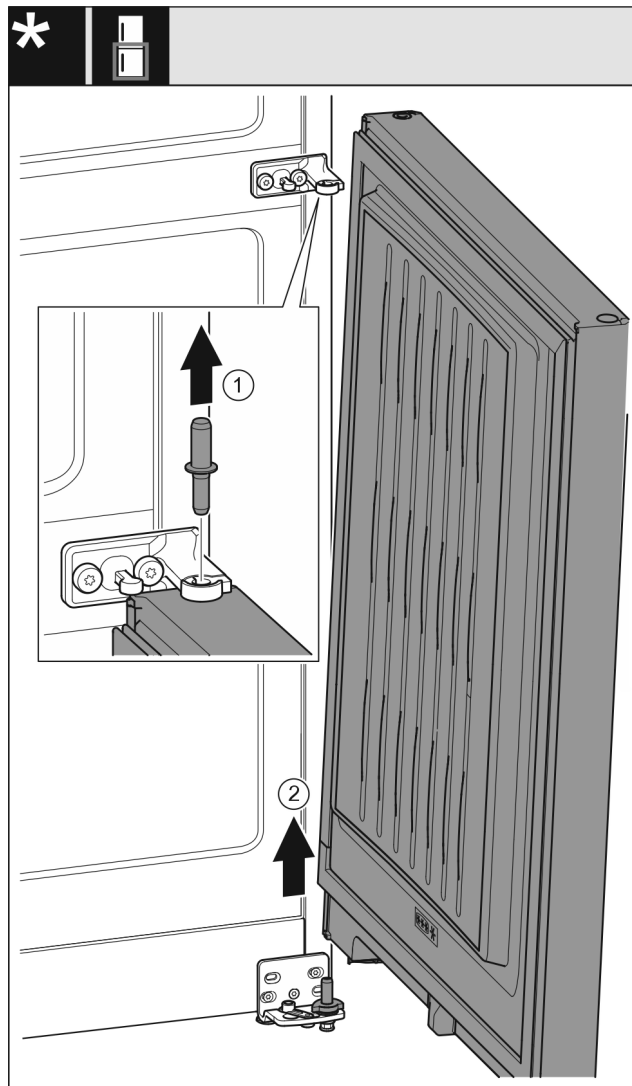

Fig. 29 Ohne Schließdämpfer*
- ▶ Bolzen Fig. 29 (1) nach oben herausziehen.*
- ▶ Tür Fig. 29 (2) herausschwenken, nach oben ziehen und beiseitestellen.*